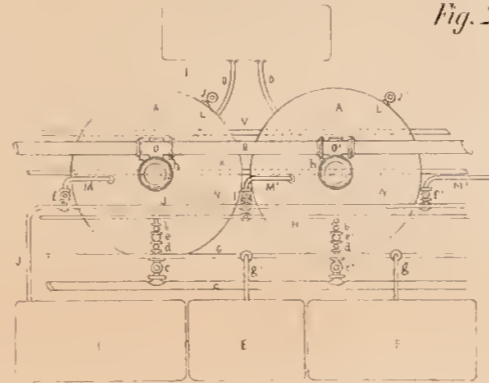

Fig. 4
*Macchina per listelli di zucchero Fig. 4*